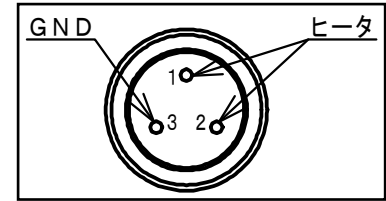

図2 ピンコネクタ部
3.1 ピンコネクタ部（図2参照）
- ①機種: RBH-6 ~ RBH-14 3ピン形式: NCS-253-Ad
②機種: RBH-16 ~ RBH-30 3ピン形式: NCS-303-Ad